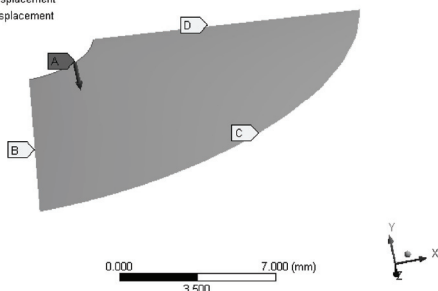
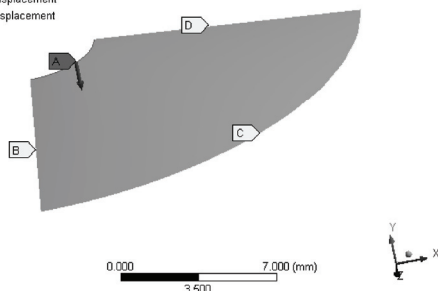

图 7-24 A 项目载荷图
图 7-25 B 项目载荷图
10) 得到的 A 项目载荷图如图 7-24 所示, B 项目载荷图如图 7-25 所示。比较两图可以看到两图中的载荷一致。